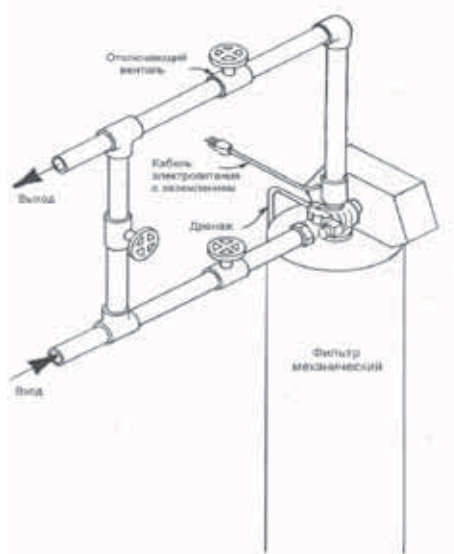

Рис. 1
8. Подключите установку в разрыв магистрали подачи холодной воды, используя стандартную трубную арматуру и фитинги. Для удобства запуска, эксплуатации и обслуживания оборудования необходимо преду-смотреть байпасную линию (рис.1).